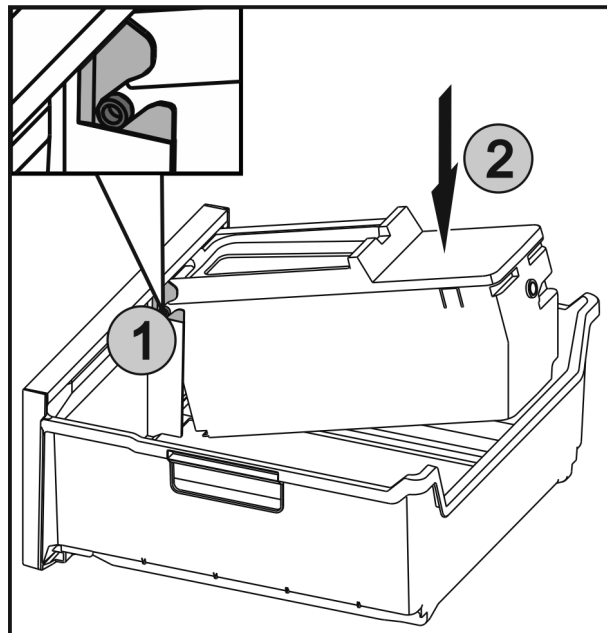

Fig. 23
- ▶ Die Achsen Fig. 23 (1) an EasyTwist-Ice in die Führungen einschieben und die hintere Seite Fig. 23 (2) bis die Lasche einrastet drücken.